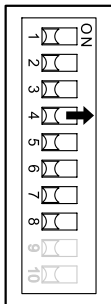

Abb. 5b: Schalterblock des Münzprüfers
2. Zugehörigen DIL-Schalter (1 bis 8) mit einem spitzen Gegenstand nach rechts auf ON setzen (s. Abb. 5b). Die diesem Schalter zugeordnete Münzsorte wird nicht mehr angenommen und ab jetzt in die Rückgabe geleitet.